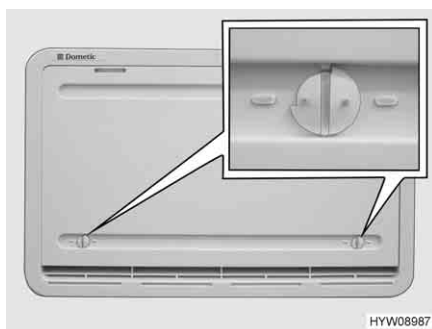

Fig. 149 Copertura invernale (griglia di aerazione del frigorifero)
Le coperture invernali (Fig. 149) proteggono il gruppo frigorifero dall'aria fredda. Posizionare le coperture invernali davanti a entrambe le griglie di aerazione del frigorifero quando la temperatura esterna scende al di sotto di +10 °C (sia per funzionamento elettrico che a gas).
- Aprire entrambi i bloccaggi (Fig. 149), la scanalatura risulterà orizzontale.